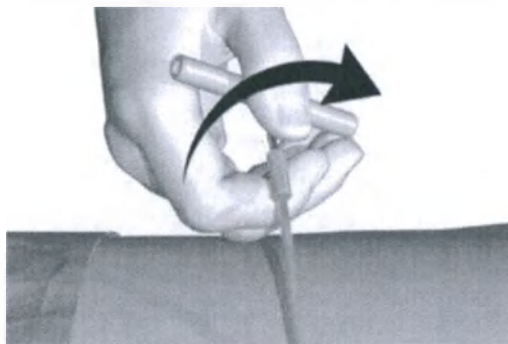

Рисунок 11. Снятие ручки инструмента для туннелизации
18. Открутите и снимите ручку инструмента для туннелизации (рисунок 11).